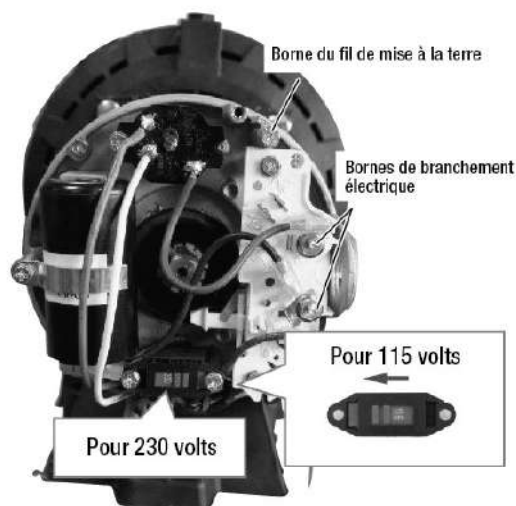

Figure 4
- ☐ Basculez l'interrupteur sur 115 Volt (Figure 4).
7. Brancher les conducteurs transporteurs de courant sur les bornes L1 et L2 qui se trouvent sous le carter du moteur. Lorsque l'on remplace le moteur, comparer le schéma de câblage de la plaque signalétique par rapport à la Figure 4. Si le diagramme de câblage du moteur ne correspond pas à la Figure 4, suivre le diagramme sur le moteur.
- IMPORTANT:** Les modèles monophasés fonctionnant sur le 115/230 volts sont expédiés de l'usine câblés pour fonctionner sur le 230 volts. Si le courant électrique est de 115 volts, déposer le carter du moteur et tourner le sélecteur sur le moteur tel qu'illustré à la Figure 4. Ne pas essayer de faire fonctionner un moteur comme il est reçu sur le courant de 115 volts.